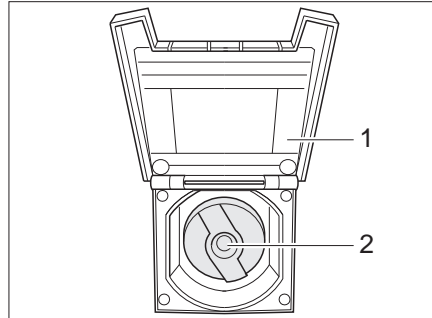

Bild 143 Verschlussdeckel für Trinkwasser-Einfüllstutzen
- Verschlussklappe (Bild 143,1) zum Trinkwasser-Einfüllstutzen öffnen.
- Schlüssel in Schließzylinder (Bild 143,2) stecken und eine viertel Umdrehung entgegen dem Uhrzeigersinn drehen.
- Verschlussklappe (Bild 143,1) schließen.
- Trinkwasser-Einfüllstutzen (Bild 143) öffnen.